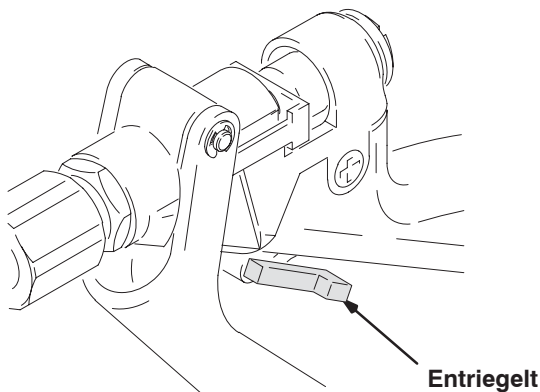

Abb. 2
3. Ein Metallteil der Pistole fest gegen einen geerdeten Metalleimer drücken. Abzugssperre nach hinten umlegen, um sie zu lösen. Siehe Abb. 2. Pistole abziehen, um den Materialdruck zu entlasten.
Um die Abzugssperre zu lösen, Abzugssperre wie in Abb. 2 gezeigt zum Griff hin drehen.